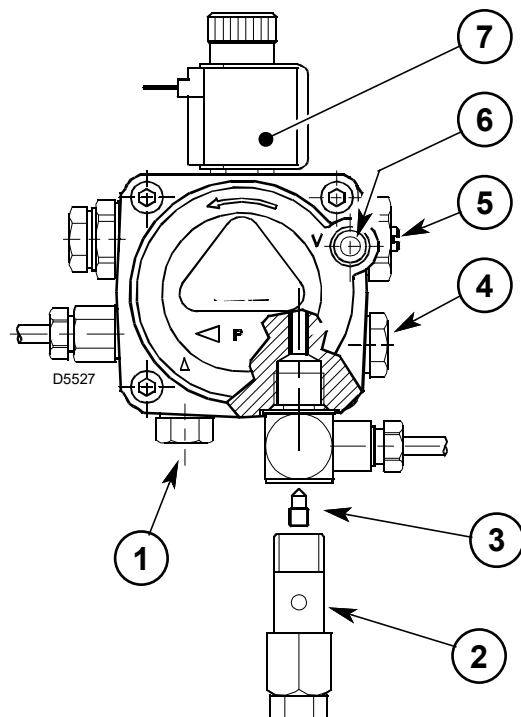
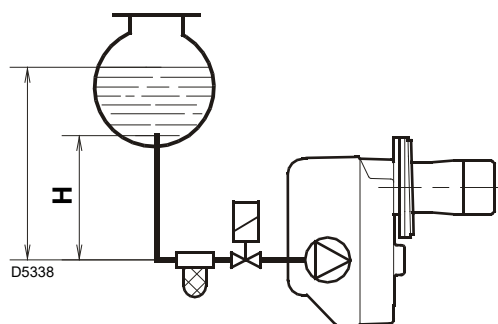
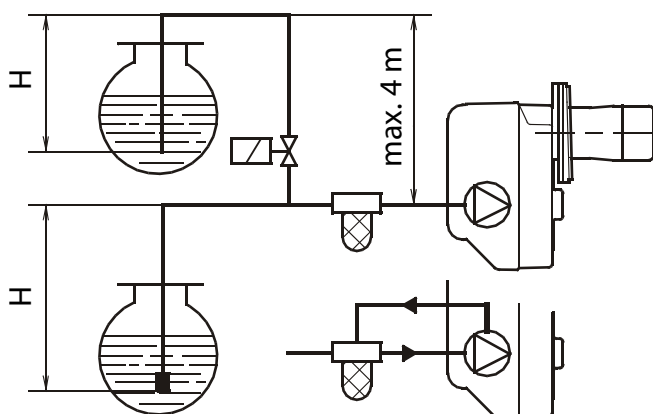

Abb. 15
Abb. 16
Abb. 17
Werkseitig erfolgt eine Einstellung auf 9 bar. Der Druckmesser zur Kontrolle des Drucks wird anstelle des Stopfens 4)(Abb. 15) montiert.
Der Druckmesser zur Kontrolle des Drucks wird anstelle des Stopfens 4)(Abb. 15) montiert. Sollte dieser Druck neu geeicht werden müssen oder eine Änderung gewünscht werden, muss nur die Schraube 5)(Abb. 15) betätigt werden. Bei Brennerstillstand schließt die Luftklappe automatisch, **bis zu einem max. Unterdruck im Schornstein von 0,5 mbar.**
Je nach dem, ob die Leitungen rechts oder links vom Brenner austreten, muss sowohl die Befestigungsplatte 1) als auch der Abschlusswinkel 2) vertauscht werden (Abb. 16).
Der Stopfen der Saugleitung 1) (Abb. 15) besteht aus Kunststoff. Nach seinem Entfernen darf er nicht wieder verwendet werden.
Die Pumpe verfügt über ein Regelelement des Auslassdrucks 4) (Abb. 15).
- Stellen Sie bei Bedarf den Druck durch Betätigen der Schraube 5) Abb. 15 neu ein.
Die unter Druck stehenden Einrohranlagen (Abb. 16) haben einen positiven Druck des Brennstoffs am Brennereingang.
Für den Einstrang-Betrieb ist es notwendig, den Rücklaufstopfen 2)(Abb. 15) zu entfernen, die By-pass Schraube 3)(Abb. 15) zu entfernen und den Stopfen 2)(Abb. 15) mit einem Anzugsmoment von 0,5 Nm wieder aufzuschrauben.
Für die Anlagen Abb. 16 und Abb. 17 sind die ungefähren Höchstlängen der Zuleitung in Abhängigkeit vom Höhenunterschied, der Länge und des Durchmessers der Kraftstoffleitung in der Tabelle angegeben.
In der Anlage von Abb. 16 genügt es, den Anschluss des Vakuummessers 5) (Abb. 15) zu lösen und das Austreten des Brennstoffs abzuwarten.
Bei den Anlagen A und B aus Abb. 17 den Brenner starten und das Auffüllen abwarten. Sollte vor Eintritt des Brennstoffes eine Störabschaltung erfolgen, mindestens 20 Sekunden warten und danach den Vorgang wiederholen.
Die Unterdruckanlagen (Abb. 17) haben einen negativen Brennstoffdruck (Unterdruck) am Brennereingang.